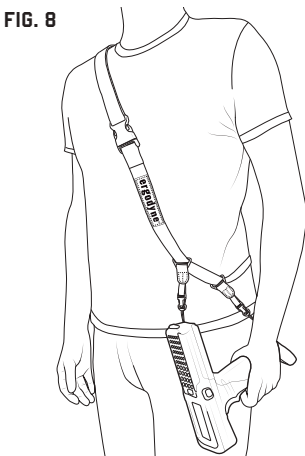

FIG. 8
3. Attach the barcode scanner by attaching the small loop ends of the modular female buckles to the open male buckles on the barcode scanner sling lanyard to complete your tethering system. The barcode scanner gun will rest against the hip opposite from the shoulder that the scanner sling is worn on. [fig. 8]
- Enganche el escáner con las hebillas hembra de los conectores de lazo a las hebillas macho abiertas del cordón de seguridad tipo bandolera para terminar de colocar el sistema de sujeción. La pistola del escáner quedará sobre la cadera opuesta al hombro en el que esté colocado el cordón de seguridad tipo bandolera [fig. 8].
- Pour terminer le système d'attache, fixez le lecteur de code-barres en clipsant chacun de ses fermoirs femelles côté lecteur dans le fermoir mâle côté bandoulière. Le pistolet lecteur de codes-barres reposera contre la hanche opposée à l'épaule sur laquelle est passée la bandoulière. [fig. 8]